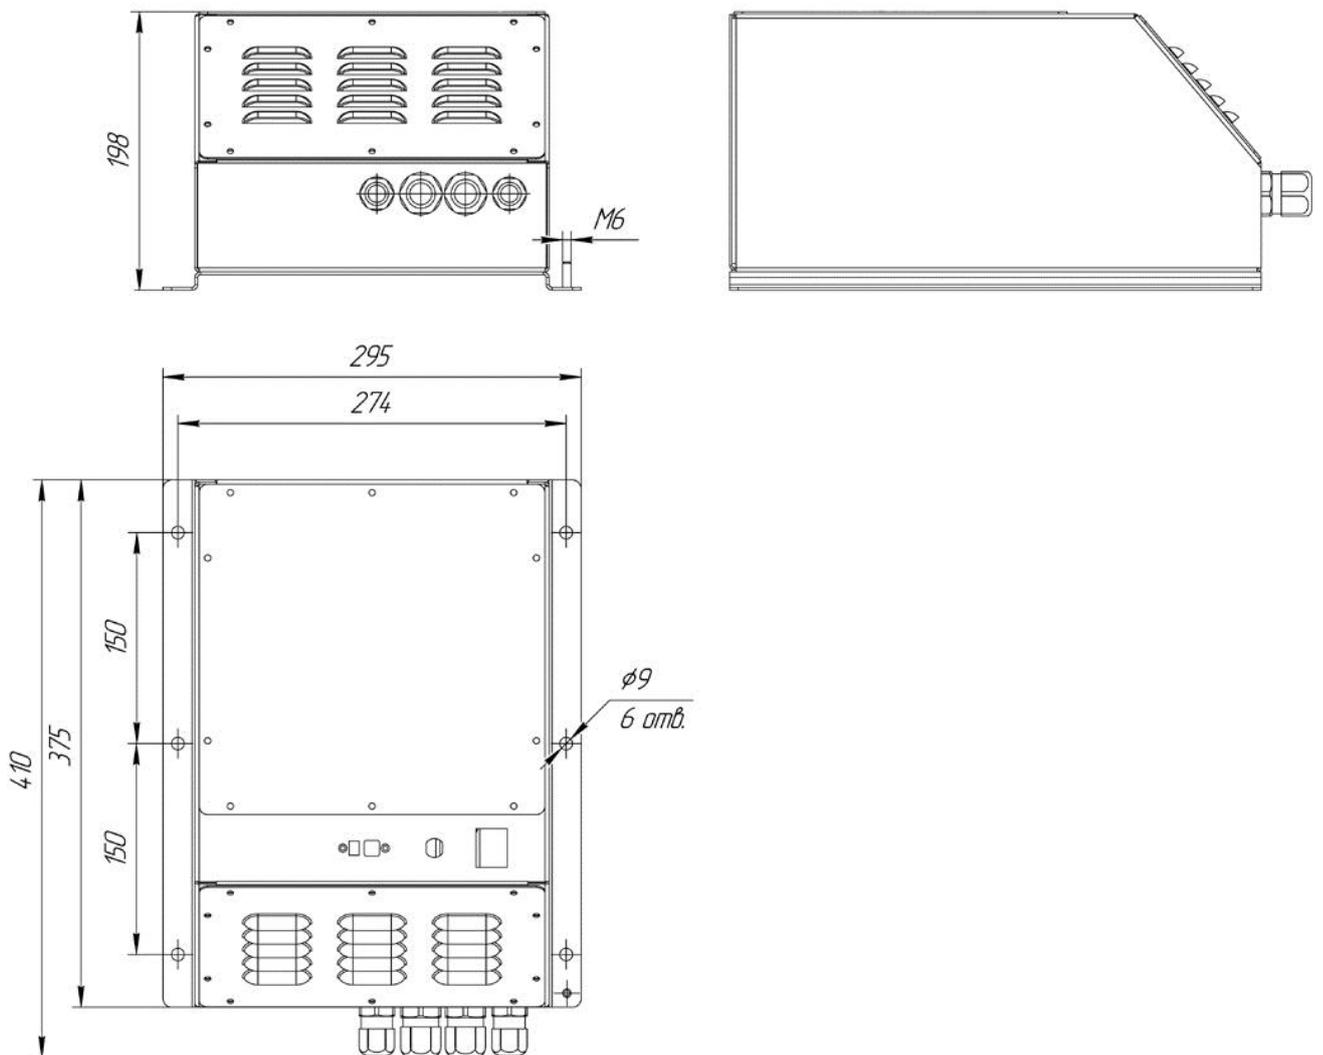

Рисунок 1 - Габаритный чертеж БП-114-24
Крепление устройства производится согласно чертежу, приведенному ниже (смотрите Рисунок 1).
- подготовить отверстия для крепления устройства, согласно габаритному чертежу (смотрите Рисунок 1);